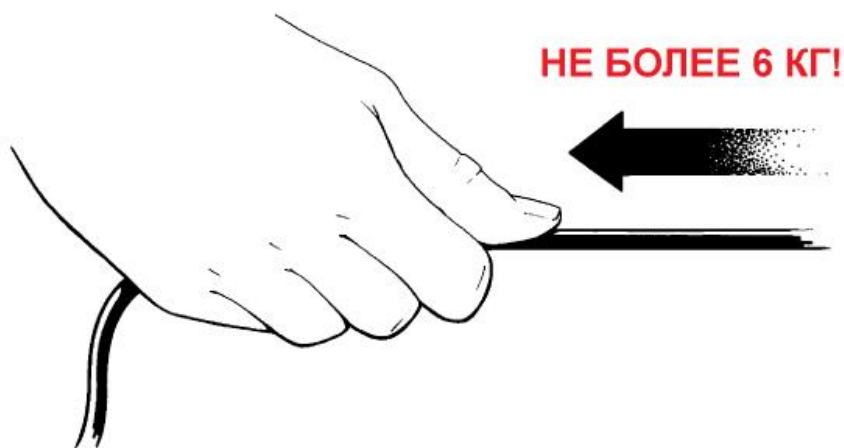

Рисунок 9 – Максимальное натяжение КЧ при разматывании
4.4.2.2 Допустимое максимальное натяжение КЧ при разматывании с катушки не должно превышать 6 кг, рисунок 9. Более сильное натяжение может вызвать повреждения КЧ, которые трудно определить по внешнему виду кабельного изделия. **Катушка не должна вращаться только за счет натяжения разматываемого КЧ!**